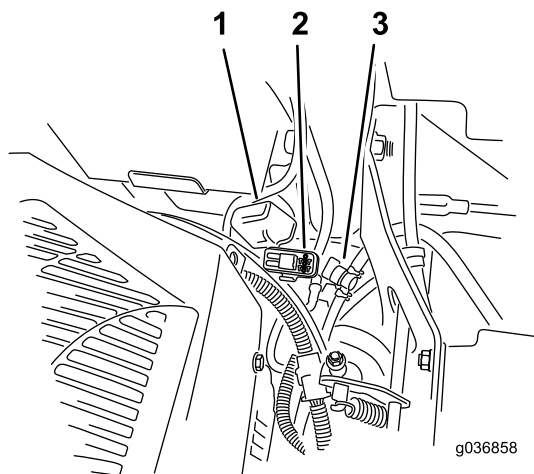

Figure 55
Les fusibles sont situés sur la console droite, près du siège (Figure 55).
2. Remplacez le fusible (Figure 55).